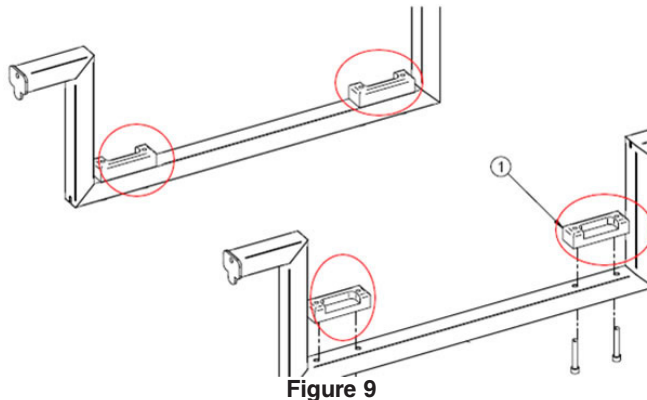

Figure 9
2. Abaisser le lit jusqu'à ce que le châssis fixe inférieur soit complètement soutenu par les pièces en U du gabarit (voir la Figure 9).
7. À l'aide d'une clé mixte de 1/2 po, retirer les deux boulons (D), les deux rondelles (C) et les deux entretoises à épaulement (B) fixant le support de l'écrou moulé au bras du levier d'élévation.
8. À l'aide de la clé à cliquet et d'une douille de 5/16 po, retirer les deux vis (E) fixant la plaque de retenue du support du vérin (G) au bras du levier de tête et la retirer.
9. Retirer les deux axes (H) fixant le vérin (A) au support. Afin de faciliter le retrait des axes, insérer un petit tournevis plat dans l'ouverture à l'extrémité du vérin pour repousser les axes vers l'extérieur.
10. À l'aide d'un tournevis Phillips n° 2, retirer les deux vis (F) fixant le cache-vis en plastique (J) au vérin. Retirer le cache-vis en plastique et l'installer sur le nouvel actionneur.
2. Abaisser le lit jusqu'à ce que le châssis fixe inférieur soit complètement soutenu par les pièces en U du gabarit (voir Figure 9, à la page 46).
9. À l'aide d'une clé mixte de 1/2 po, retirer les deux boulons (D), les deux rondelles (C) et les deux entretoises à épaulement (B) fixant le support de l'écrou moulé au bras du levier d'élévation.
10. À l'aide d'une clé à cliquet et d'une douille de 5/16 po, retirer les deux vis (E) fixant la plaque de retenue du support du vérin (G) au bras du levier de tête et la retirer.
11. Retirer les deux axes (H) fixant le vérin (A) au support. Afin de faciliter le retrait des axes, insérer un petit tournevis plat dans l'ouverture à l'extrémité du vérin pour repousser les axes vers l'extérieur.